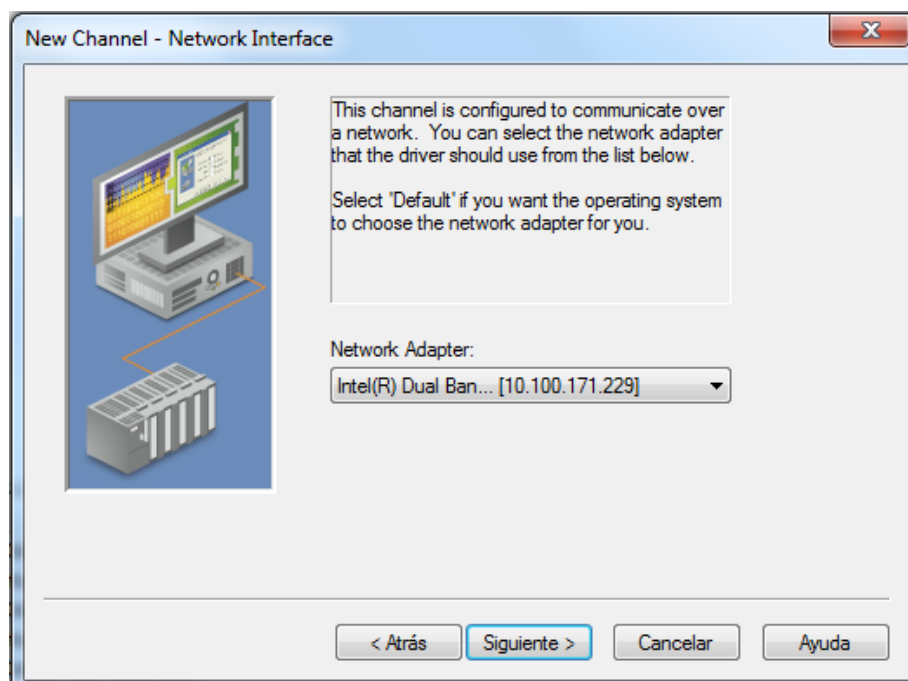

FIGURA C.6: Selección de la interfaz de red a utilizar.
Luego elegimos la interfaz de la computadora, la cual es “Intel (R) Dual Band” como es mostrado en la Figura C.6. Las siguientes configuraciones que aparezcan se mantienen iguales.